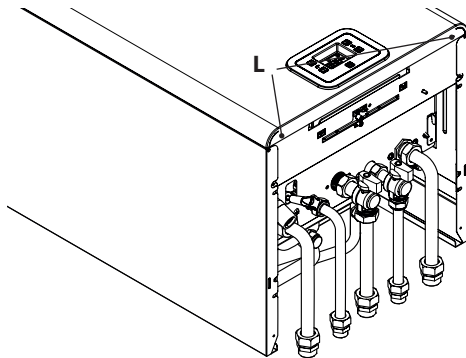
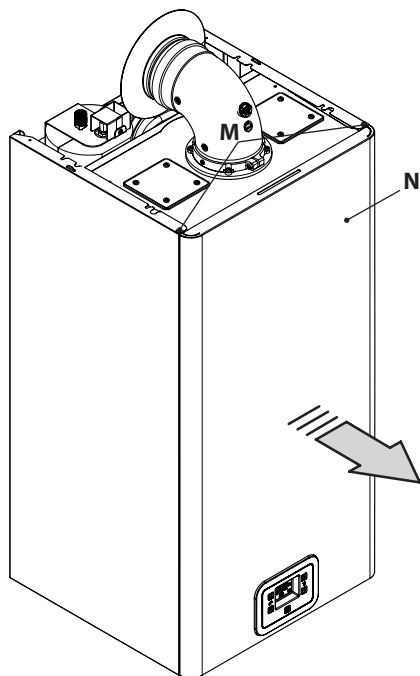

Figura 5.17
Figura 5.18
- Svitare le viti **L** e **M** quindi rimuovere il pannello frontale **N** tirandolo a sé (Figura 5.17 e Figura 5.18).